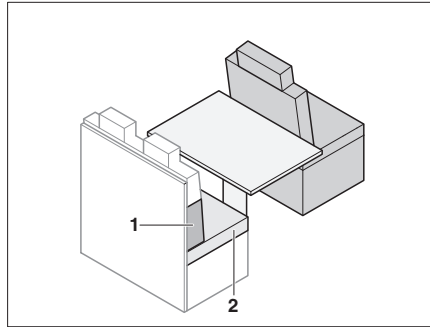

Bild 192 Vor dem Umbau
- Sitzpolster (Bild 192,2) entfernen.
- Rückenpolster (Bild 192,1) zwischen das Sitzpolster und die Rückwand legen. Die Keilform beachten.